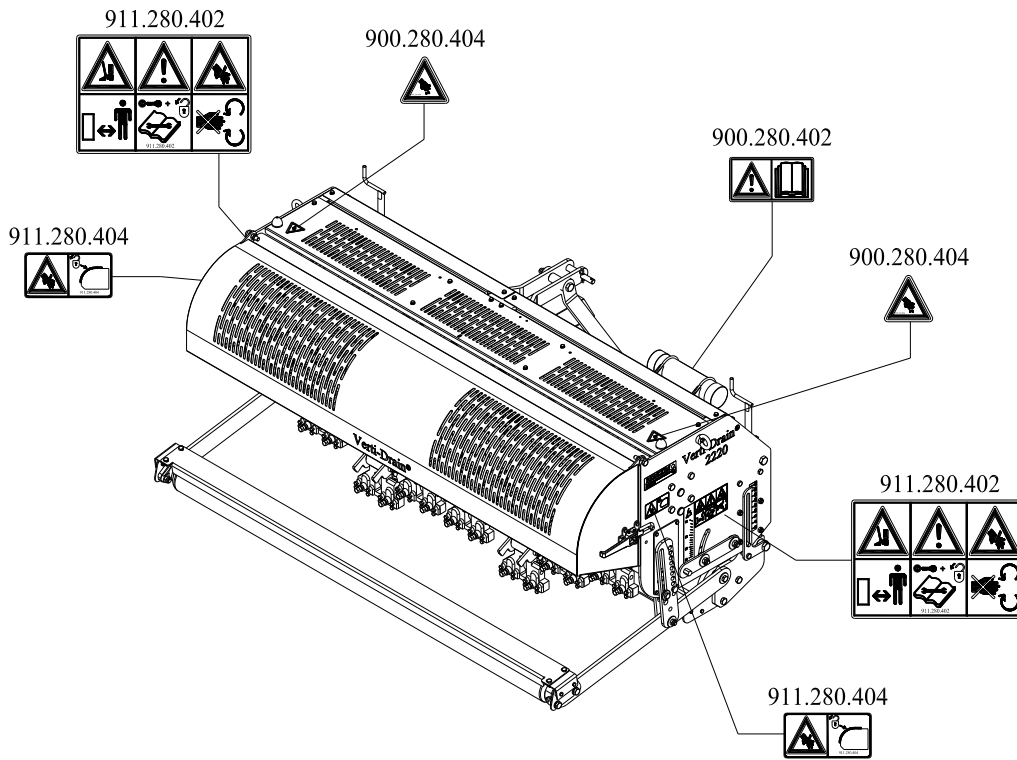

Abb. 7
(7) Platzierung der Sicherheitsetiketten. (Abb. 7)